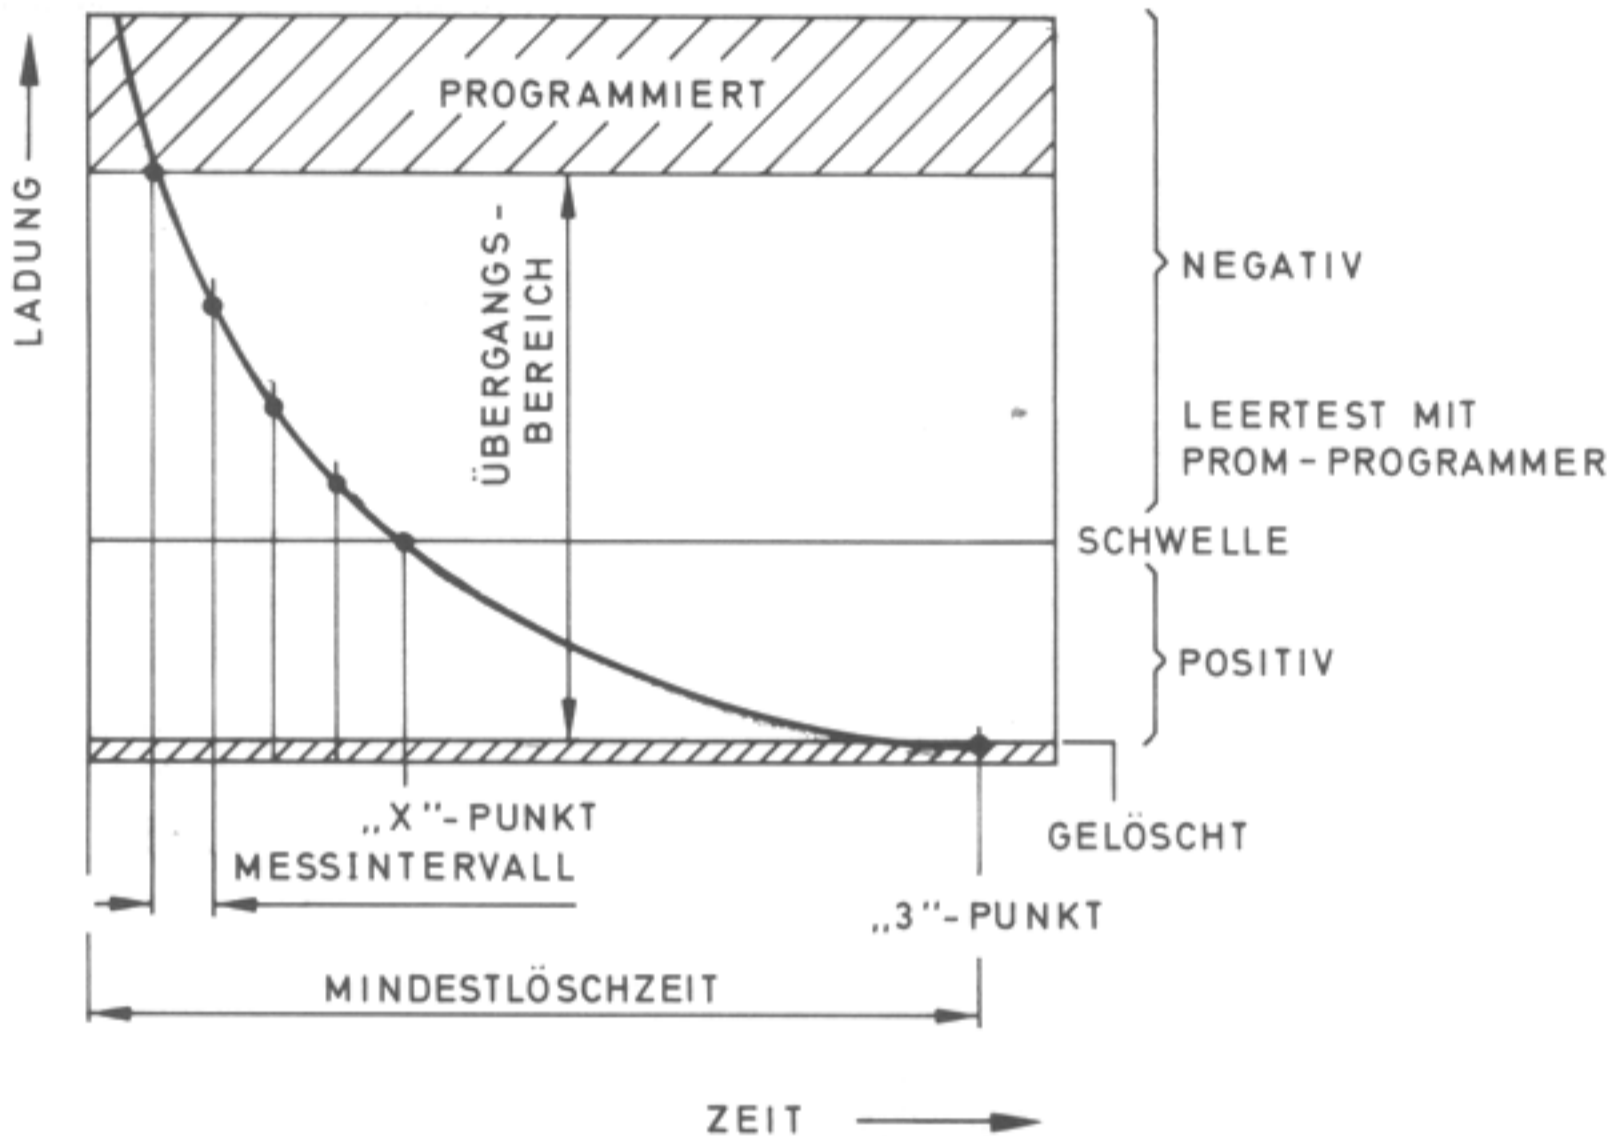

Bild 2.9 Diagramm zur Ermittlung der Mindestlöschzeit
- 3) Ist das EPROM nicht "gelöscht", Löschvorgang mit dem gleichen Zeitintervall wiederholen. Punkt 2 und 3 sind so lange zu wiederholen, bis zum ersten Mal festgestellt wird, daß der gesamte Dateninhalt gelöscht ist. Dies ergibt den Zeitpunkt X für Bild 2.9.
Bild 2.9 zeigt ein Diagramm zur Ermittlung der Mindestlöschzeit für EPROMs, damit eine sichere Programmierung gewährleistet ist.